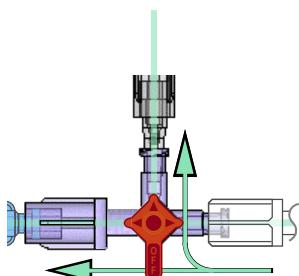

Рис. 5 — инъекция контрастного вещества (экономия ВКЛ.)
- a. Для экономии контрастного вещества при инъекции установите запорный кран DyeVert Power XT Stopcock в такое положение, при котором он будет включен как для запорного крана выбора клапана, так и для катетера (см. рис. 5).